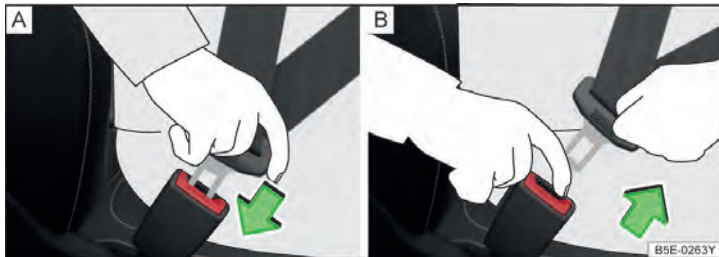

图 9 系上和取下安全带
- › 将锁舌插入所属座椅的安全插锁内 » 图 9[A]，下压，直至听到啷合声。安全带锁舌被锁扣锁止。
- › 按下安全带锁扣上的红色按钮 » 图 9[B]，锁舌会在弹簧力作用下弹出。